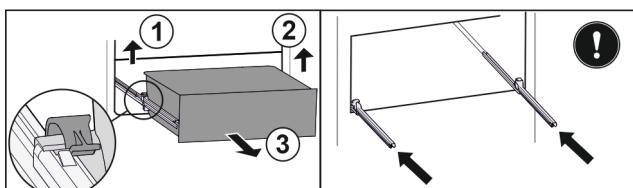

Fig. 34
► Nadvihnite ľavú svorku a súčasne ľahajte zásuvku vľavo dopredu. Fig. 34 (1)
► Nadvihnite pravú svorku a súčasne ľahajte zásuvku vpravo dopredu. Fig. 34 (2)
► Odoberte zásuvku dopredu. Fig. 34 (3)